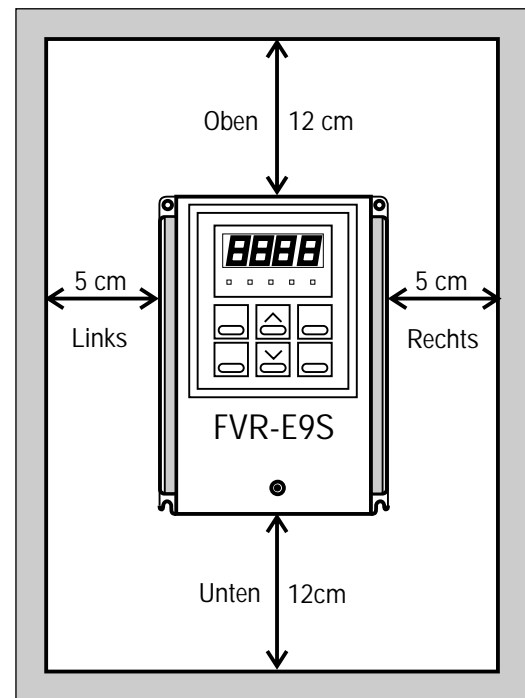

Abb. 8.2.1 Ausrichtung und Luftspaltdimensionierung
- Der Umrichter erzeugt während des Betriebes Wärme. Um eine einwandfreie Luftzirkulation zu gewährleisten, sind die der Abb. 8.2.1 entsprechend dimensionierten Freiräume zu schaffen. Da die warme Abluft nach oben abgeführt wird, dürfen sich keine hitzeempfindlichen Materialien im oder oberhalb des Luftstroms befinden.